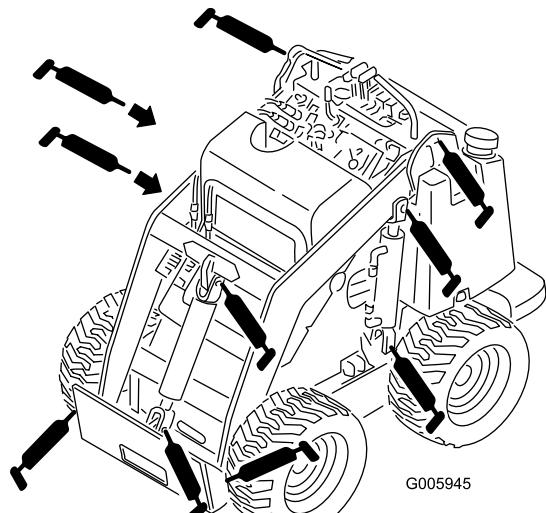
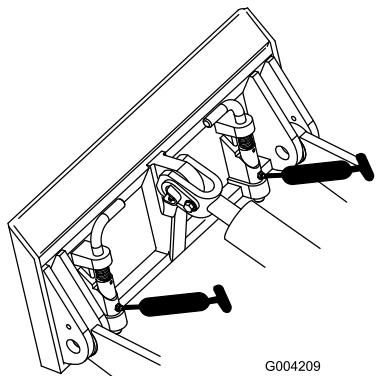

図 26
図 27
3. ニップルにグリスガンを接続する（図 26と図 27）。